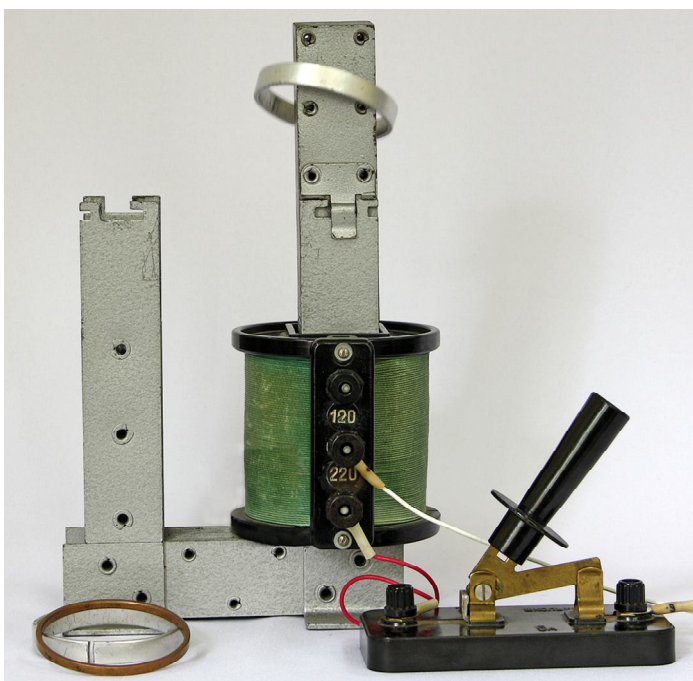

Рис. 11
1. Зберіть установку, зображену на рис. 11. Через ключ приєднайте котушку до мережі 220 В.